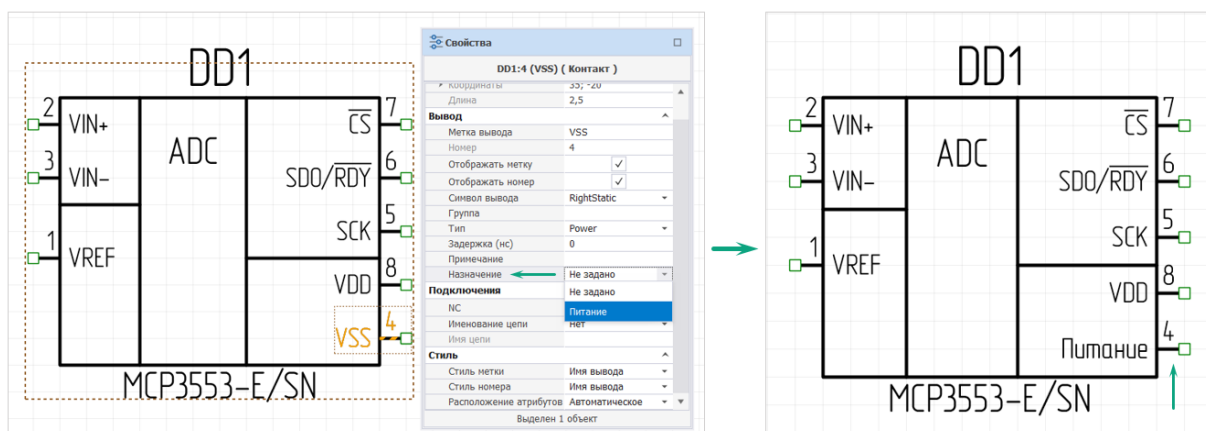

Рис. 258 Выбор назначения в панели "Свойства"
2. В открывающемся списке «Свойства» → «Вывод» → «Назначение» выбрать необходимую назначенную функцию, см. Рис. 258.